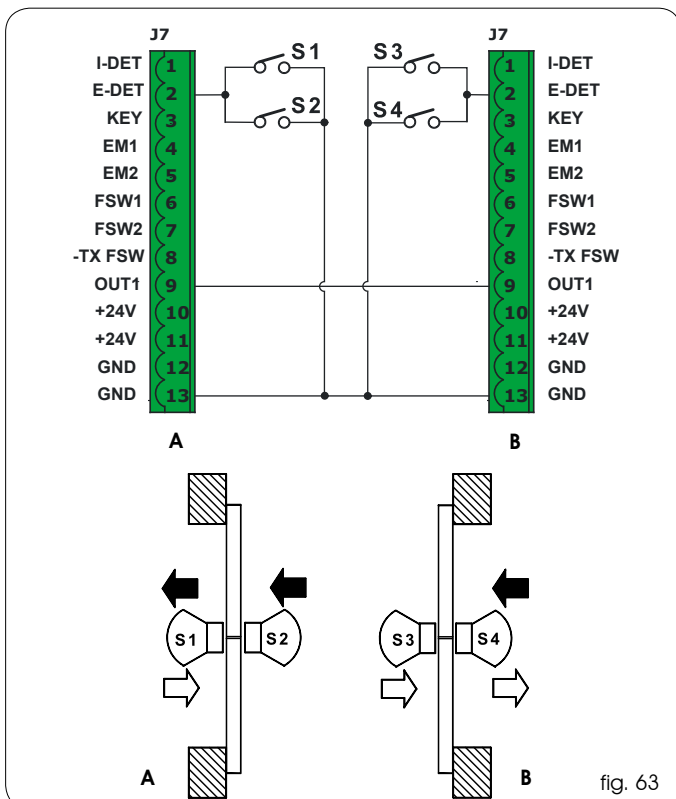

fig. 63
- Eseguire i collegamenti tra le morsettiere J6 delle due schede E140, e dei sensori come da fig. 63 .